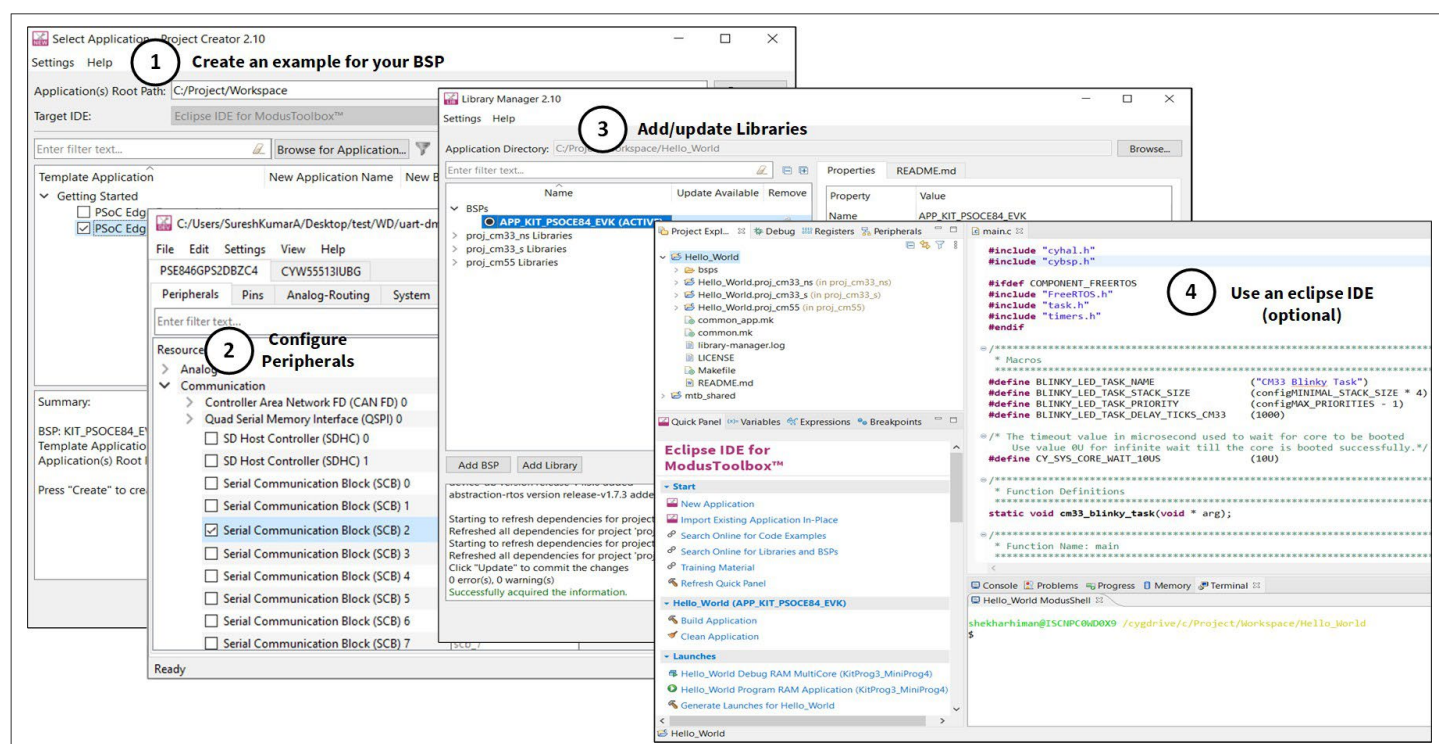

图 2 ModusToolbox™ 软件工具
ModusToolbox™ 软件与集成开发环境无关，可轻松适应您的工作流程和首选开发环境。它支持 Windows、Linux、MacOS、IAR、Keil 和 Visual Studio Code。如图 2 所示，它包括：(1) 项目创建器；(2) 外设和库配置器；(3) 库管理器；(4) 用于 ModusToolbox™ 的可选 Eclipse 集成开发环境。有关使用英飞凌工具的信息，请参阅随 ModusToolbox™ 软件一起提供的文档，以及 AN235935 Getting started with PSOC™ Edge E84 on ModusToolbox™ software。